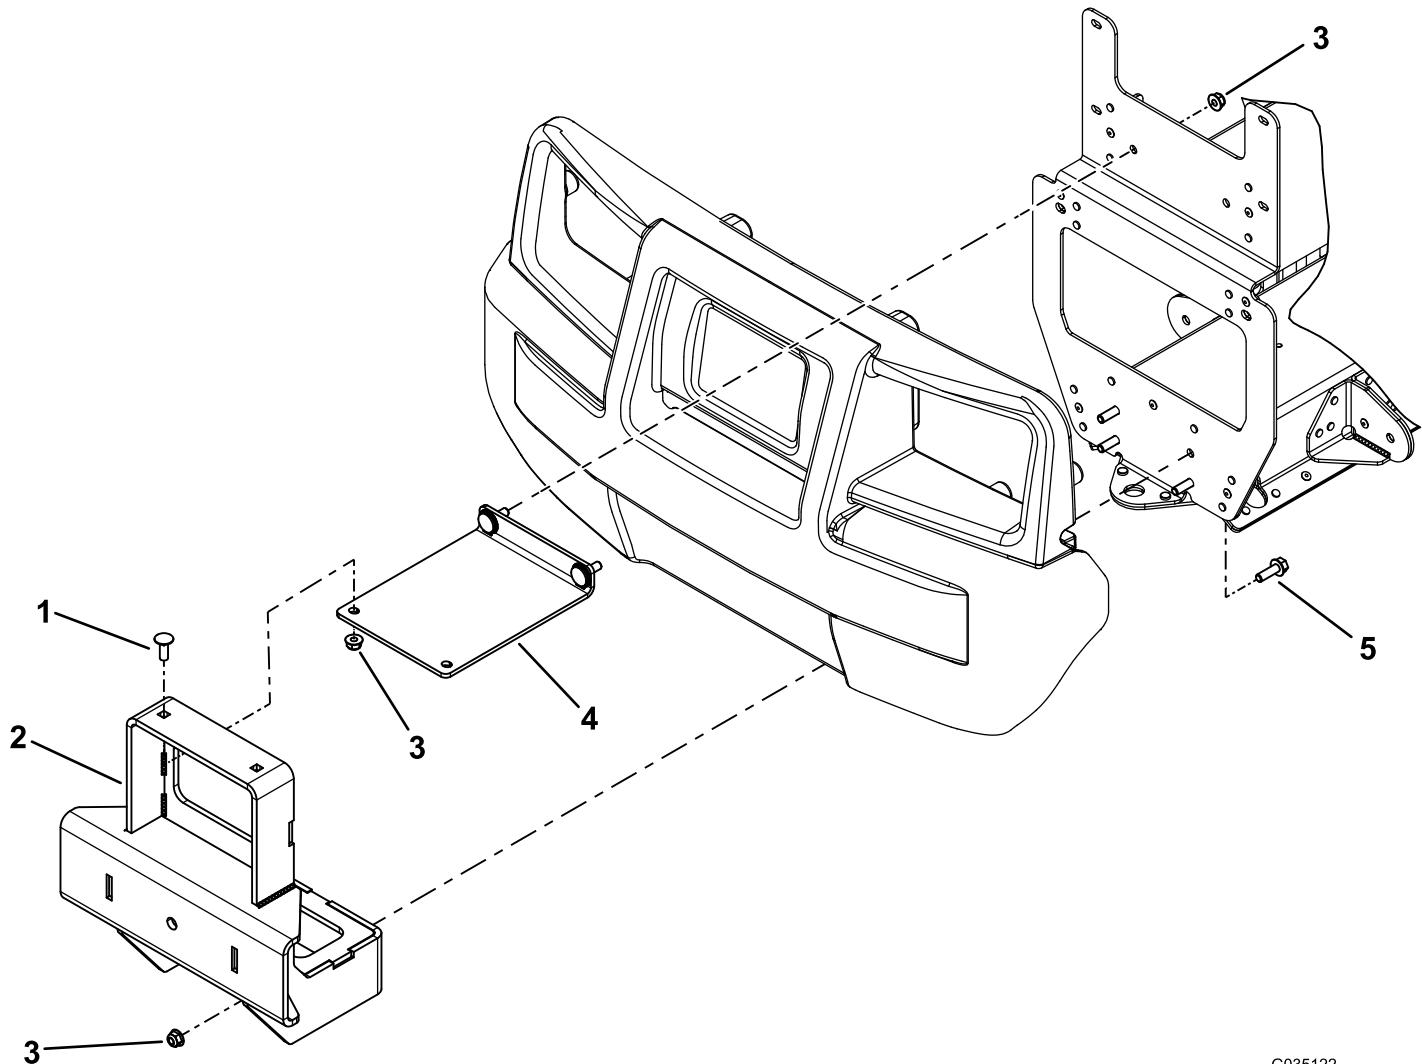

Figura 2
porcas flangeadas (5/16 pol.) como se mostra na Figura 2.
3. Instale, sem apertar, a montagem do apanha bolas no suporte de montagem de proteção de escova comprida com dois parafusos de carroçaria (5/16 x 7/8 pol.) e duas porcas flangeadas (5/16 pol.) como se mostra na Figura 2.